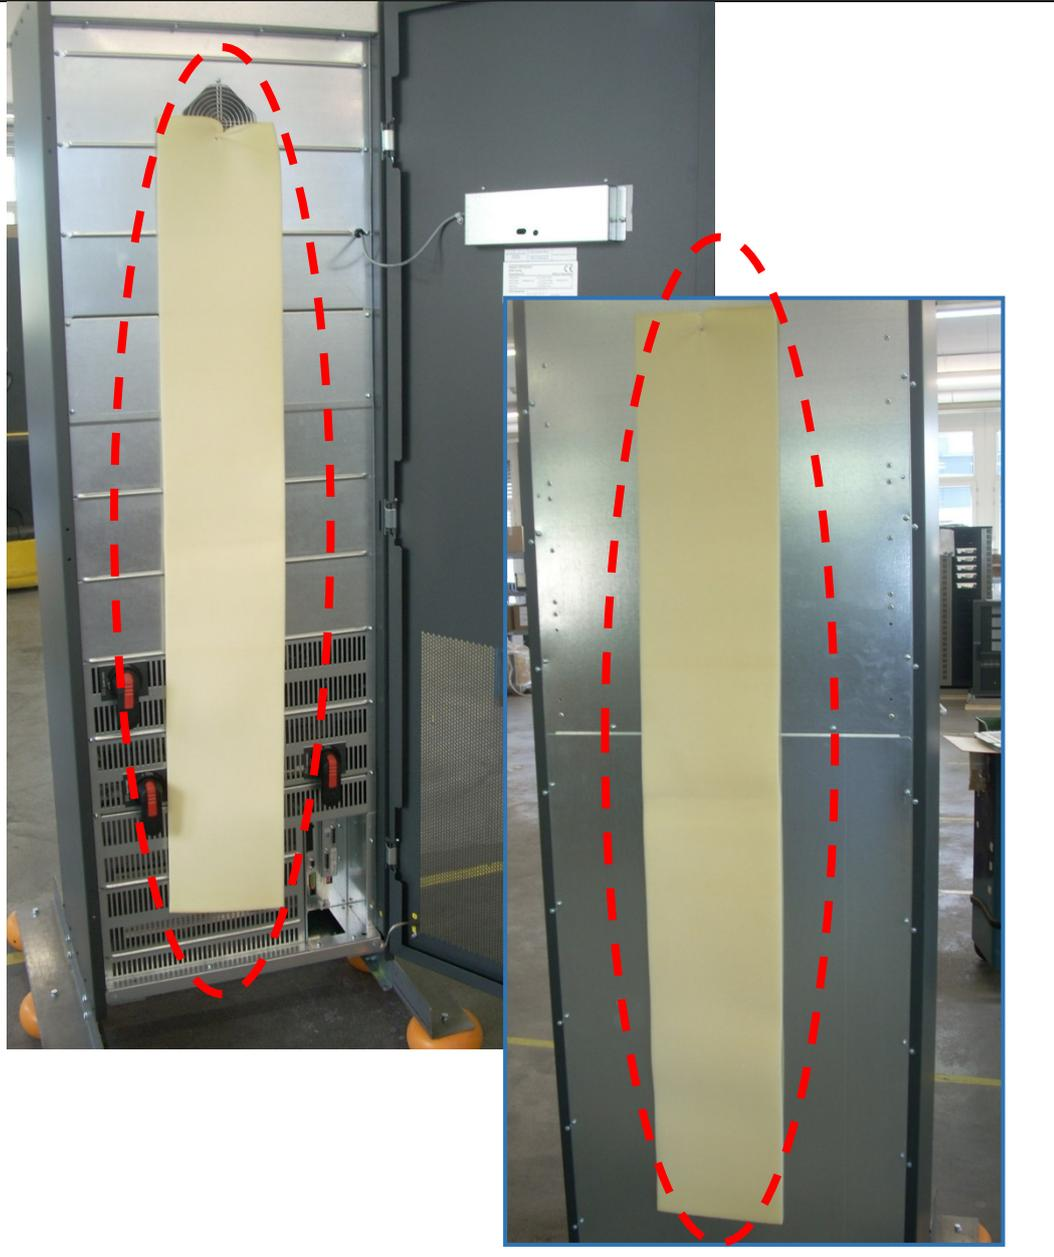

Abbildung 9: Fotos mit den beiden Feuchtigkeitsabsorbieren. Einer auf dem inneren Vorderteil der USV (links) und ein anderer auf der Rückseite (rechts).
4. Entfernen Sie die beiden Feuchtigkeitsabsorber. Einer befindet sich innerhalb des Vorderteils der USV: öffnen Sie die Tür mittels der Schlüssel, und ziehen Sie dann den Absorber heraus. Der andere befindet sich auf der Rückseite, wie in Abbildung 9 gezeigt (nächste Seite.)